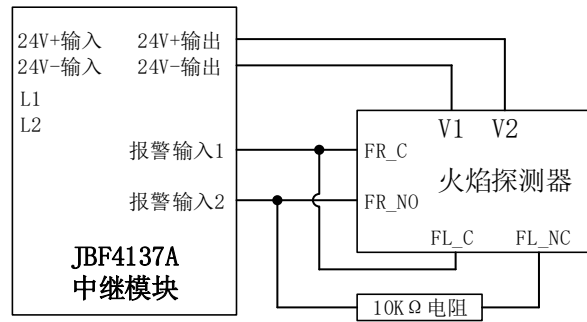

图 6 非编模式接线图
- 将 DC24V 电源接在 V1、V2 端子上，接线无极性，L1、L2 端子保持悬空，如图 6。
- 2、按图 6 接线图将火焰探测器与中继模块连接好。